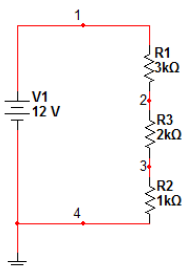

Рис.12.5. Коло постійного струму
1.Визначити напругу на вузлах 1, 2, і 3 при умові, що постійна напруга джерела змінюється від 6 до 36 В (рис. 12.5).